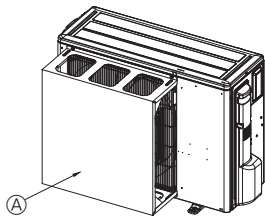

Fig. 2-5
- ② Bringen Sie eine optionale Windschutzführung an, falls das Gerät an einem Ort installiert ist, an dem starker Wind wie etwa von einem Orkan usw. direkt in den Luftauslass eindringen kann. (Fig. 2-5)